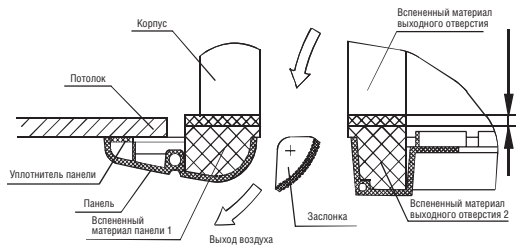

Рис. 13
- Продолжайте заворачивать винты под крючками панели до тех пор, пока толщина уплотнителя между корпусом и панелью не уменьшится до 4–6 мм. Край панели должен плотно прилегать к потолку. (См. рис. 13)